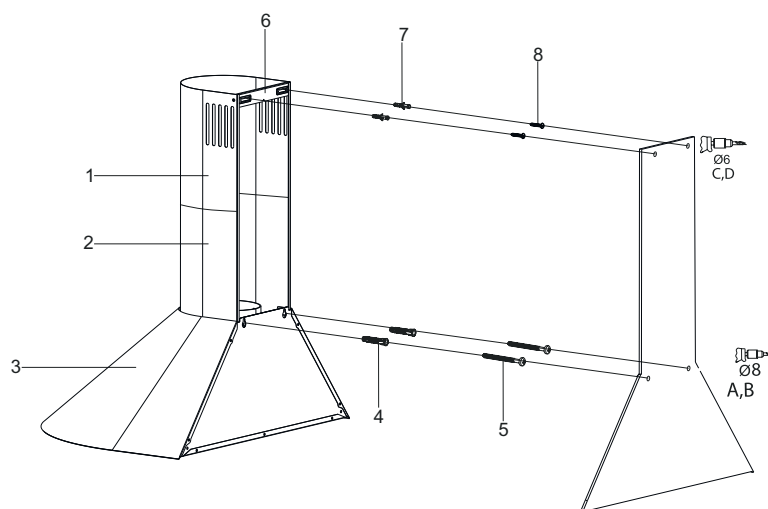

Fig. 8
- Markera punkterna A & B i förhållande till önskad höjd från bordsskivan. (Fig. 8).
- Borra hål vid punkterna A & B med 10mm borr. Sätt in 10mm plugg i dessa hål. Skruva fast skruvarna i dessa hål och lämna ett avstånd på 5mm från skruvhuvudet och väggen (Fig. 8).
- Håll väggfästet för skorstenen (6) mot väggen där den ska placeras. Sedan punkterna C & D (Fig. 8)
- Borra punkterna C och D med Ø6mm borrhål och sätt in Ø6mm pluggar. Montera väggfästet för skorstenen med 3,9x22 skruvar (Fig. 8)